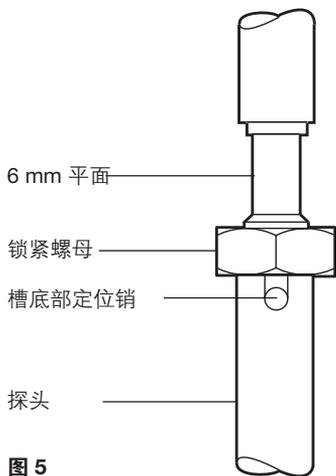

图 5
- 将探头拧上，直到感应器上的洞与探头上的槽底部对齐(见图5)。